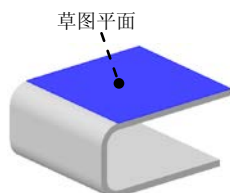

图 4.6.2 定义草图平面
(1) 选择命令。在“主页”功能选项卡的“草图”工具栏中单击  按钮。
(2) 选取草图平面。在系统 **单击平的面或参考平面。** 的提示下, 选取图 4.6.2 所示的模型表